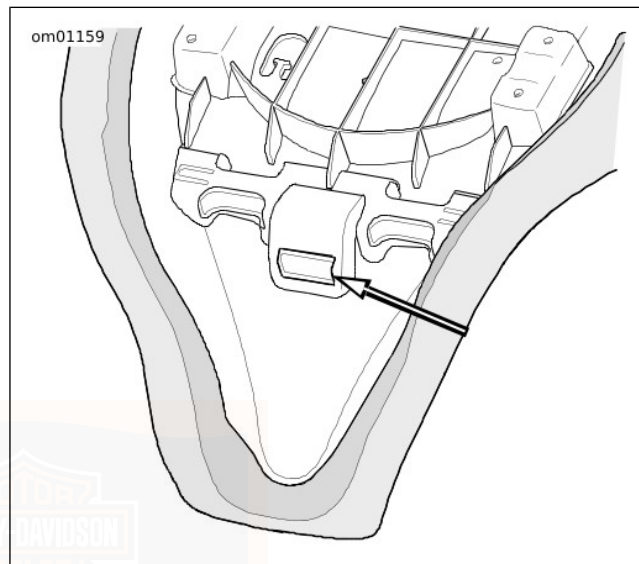

Figure 82. Fente de montage de la selle
1. Voir Figure 82. Placer la selle sur le tube central du cadre.